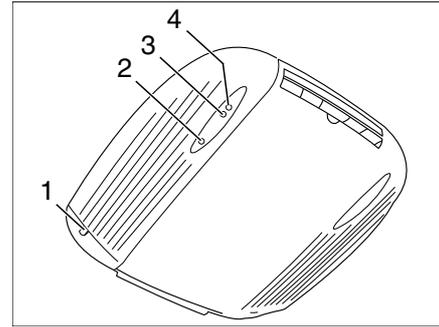

Bild 194 Innenansicht
- Fahrzeug an die 230-V-Versorgung anschließen. Die Klimaanlage ist betriebsbereit. Die rote LED (Bild 194,2) leuchtet.
Die grüne Kontroll-Leuchte (Bild 194,3) zeigt den Kühlbetrieb, die rote Kontroll-Leuchte (Bild 194,4) den Heizbetrieb an.